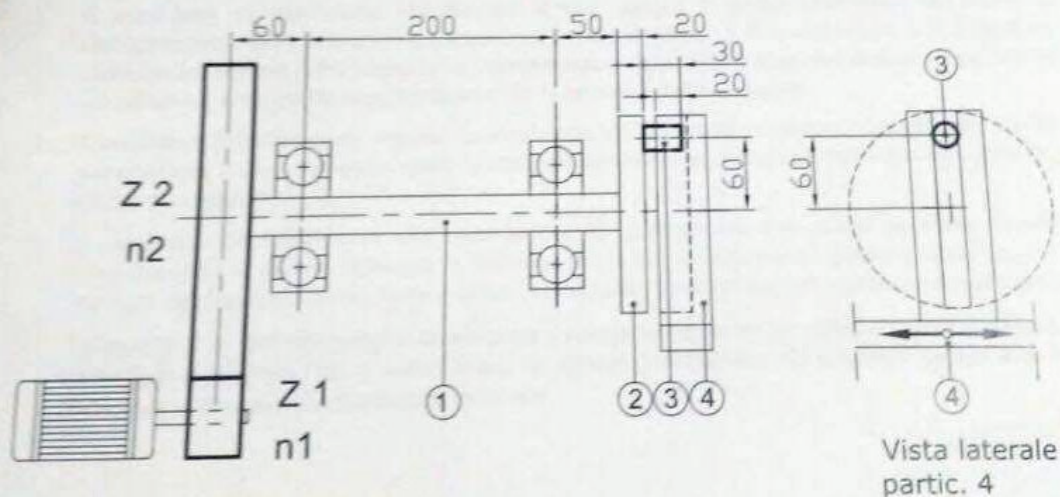

Fig. 1
Un motore elettrico, Fig. 1, aziona, tramite una coppia di ruote dentate cilindriche a denti dritti, un albero di trasmissione (1) alla cui estremità opposta risulta calettato un disco (2), il quale nella parte esterna porta un perno (3). Il perno scorre all'interno di una scanalatura praticata sul particolare (4), per la trasformazione del moto rotatorio dell'albero nel moto alternativo dello stesso particolare (4).